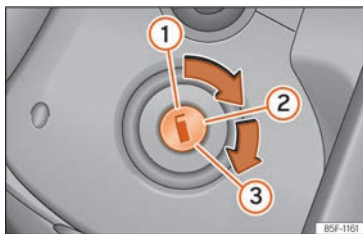

Fig. 233 Posiciones de la llave de contacto.
Posiciones de la llave » **fig. 233**
- Gire la llave a la posición  **fig. 233** . En vehículos diésel se produce el precalentamiento .
- Siga girando la llave a la posición  **fig. 233**  sin pisar el acelerador.
- Vehículos con cerradura de encendido: Gire la llave hasta la posición » » » fig. 233 ①.